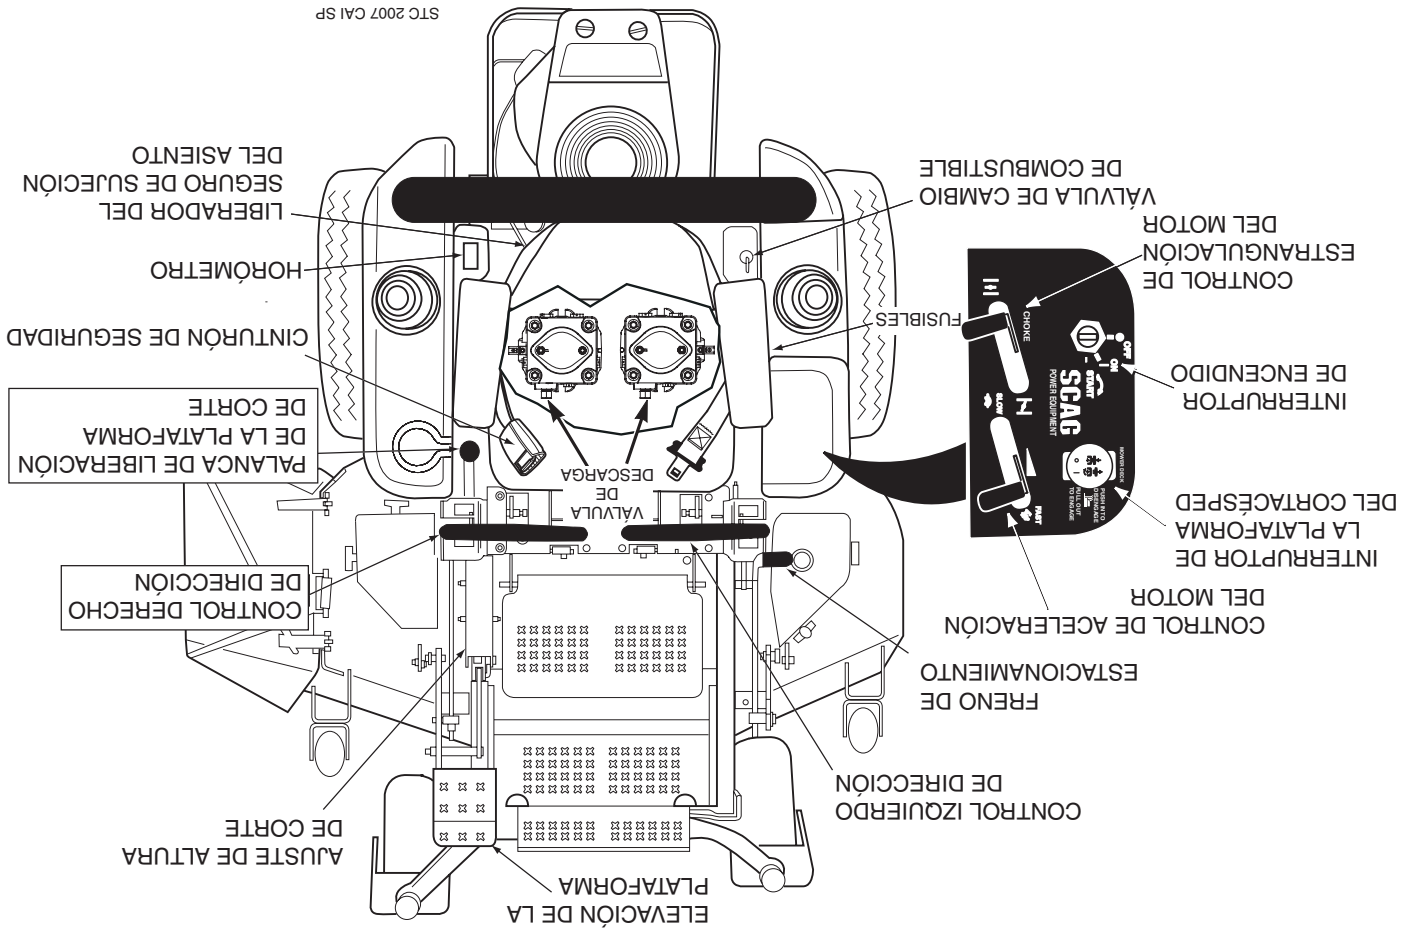

Figura 4-1 Controles e Instrumentos
5. **Horómetro (Figura 4-1).** Indica el número de horas que ha operado el motor. Sólo opera cuando el motor está funcionando. Ha fijado los recordatorios para el mantenimiento del motor y los cambios de aceite del sistema hidráulico. El mantenimiento programado empezará a destellar 2 horas antes de la hora establecida y continuará destellando hasta 2 horas después. Reinicia automáticamente.
6. **Portafusibles (Figura 4-1).** Dos fusibles de 20 Amp protegen el sistema eléctrico del cortacésped. Para reemplazar los fusibles, retire el fusible del zócalo e instale uno nuevo.
7. **Control izquierdo de dirección (Figura 4-1).** Usado para controlar la rueda izquierda del cortacésped al avanzar hacia adelante o en reversa.
8. **Control derecho de dirección (Figura 4-1).** Usado para controlar la rueda derecha del cortacésped al avanzar hacia adelante o en reversa.
9. **Control del freno de estacionamiento (Figura 4-1).** Usado para accionar y desconectar los frenos de estacionamiento. Tire de la palanca para accionar los frenos de estacionamiento. Presione la palanca para desconectar los frenos de estacionamiento.
10. **Válvula de intercambio de combustible (Figura 4-1).** Ubicada en el lado izquierdo de la máquina. Usada para cortar el suministro del combustible al motor y cambiar la alimentación de combustible entre tanques. Gire la válvula en contra del sentido de las agujas del reloj para suministrar combustible solamente del tanque del lado izquierdo. Gire la válvula en el sentido de las agujas del reloj para suministrar combustible solamente del tanque del lado derecho.
12. **Palanca de pie de elevación de la plataforma (Figura 4-1).** Usada para levantar y bajar la plataforma de corte.
13. **Ajuste de la altura de corte (Figura 4-1).** Usado para poner la plataforma de corte en la altura de corte deseada.
14. **Palanca de liberación de la plataforma de corte (Figura 4-1).** Usada para trabar la plataforma de corte en la posición de transporte. Para corte normal, empuje el pedal hacia adelante y tire de la palanca de desenganche de modo de soltar la plataforma de corte.
15. **Cinturón de seguridad (Figura 4-1).** Usado para asegurar al operador. El cinturón de seguridad debe usarse solo cuando la barra contra vuelco esté en posición vertical y bloqueada.
16. **Seguro de liberación de la sujeción del asiento (Figura 4-1).** Ubicado detrás del asiento. Usado para asegurar el asiento en la posición de operación. Libere el seguro para tener acceso a la parte inferior del asiento.
1. **Interruptor de encendido (Figura 4-1).** Usado para arrancar el motor; tiene tres posiciones: OFF, ON y START.
2. **Interruptor de la plataforma del cortacésped (Figura 4-1).** Usado para accionar y desconectar el sistema de transmisión del cortacésped. Tire del interruptor para accionar la transmisión de plataforma. Presione el interruptor para desconectar la transmisión de plataforma.
3. **Control de estrangulación del motor (Figura 4-1).** Usado para arrancar un motor frío.
4. **Control de aceleración del motor (Figura 4-1).** Usado para controlar la velocidad de motor. Presionando la palanca hacia abajo aumenta la velocidad del motor. Tirando de la palanca hacia atrás disminuye la velocidad del motor. La posición completamente hacia atrás es la posición de **MARCHA EN VACÍO**. La posición de corte es la de más adelante.